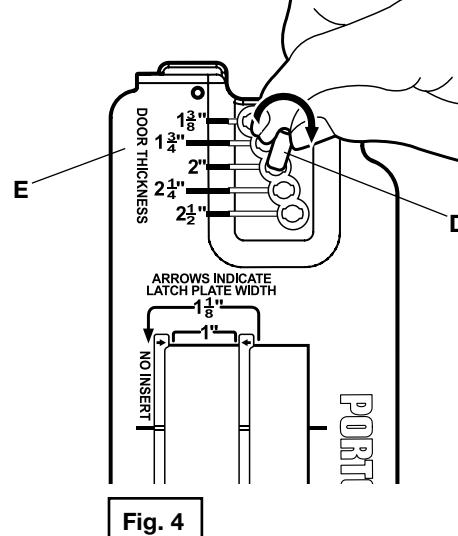

Fig. 4
Once the template window is sized, move peg (D) Fig. 4 to proper door thickness stop (E). (Stops are included for doors 1-3/8" to 2-1/2" thick). Insert and twist peg clockwise to lock. Repeat for other end.
Après avoir dimensionné la fenêtre de gabarit, déplacer la cheville (D), **fig. 4**, à la butée d'épaisseur de porte adéquate (E). (Butées incluses pour les portes dont l'épaisseur varie entre 1-3/8 et 2-1/2 po). Insérer et tourner la cheville en sens horaire pour la bloquer. Refaire l'opération pour l'autre extrémité.
Una vez que la ventana de la plantilla esté calibrada, mueva la clavija (D) **Fig. 4** hasta el tope de grosor de puerta adecuado (E). (Se incluyen topes para puertas con grosor entre 1-3/8" y 2-1/2"). Inserte y gire la clavija en sentido de las agujas del reloj para bloquearla. Repita para el otro extremo.